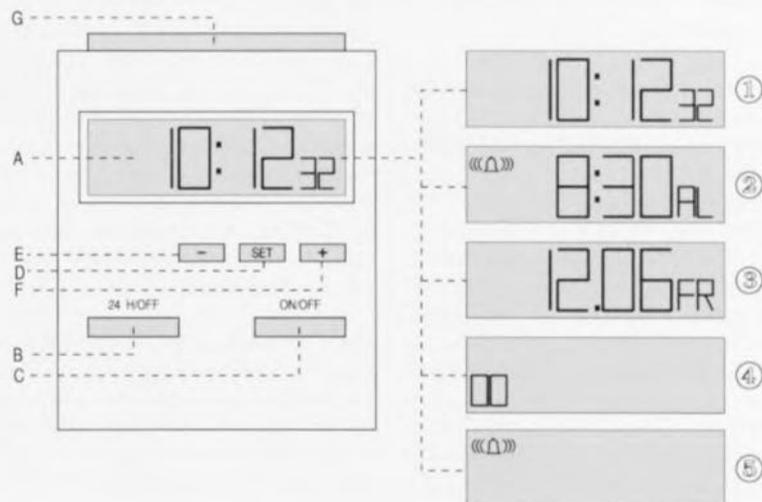

Figure 1. Les différents organes de commande de la DCF 92 et les modes d'affichage qu'elle connaît.
La figure 1 montre les différents
En service normal, la DCF 92 affiche l'heure actuelle par l'intermédiaire de chiffres de 10 mm de haut pour les heures et les minutes et des chiffres de 7 mm pour les secondes (figure 1,(1)). Une action sur la touche *24 H/OFF* (figure 1B) produit la visualisation de la date (figure 1,(3)). Au bout de 5 secondes la DCF 92 revient automatiquement à l'affichage de l'heure présente.
Pour indiquer que l'utilisateur a défini une heure d'alarme et que la fonction de réveil est activée, la DCF 92 affiche, dans le coin supérieur gauche de l'afficheur, le symbole d'une cloche (te) (figure 1,(5)). La technique de programmation, enfantine, d'une heure d'alarme et l'activation de la fonction de réveil seront décrites plus loin, dans le paragraphe intitulé « Fonction d'alarme ».
Si l'horloge se trouve en mode de réveil (la cloche (te) est visible), une double action sur la touche *24 H/OFF* a pour résultat l'affichage de l'heure d'alarme programmée (figure 1,(2)). Une simple action sur cette touche donne, comme mentionné plus haut, la date du jour. Après 5 secondes l'horloge reviendra automatiquement à l'affichage de l'heure actuelle.
Dès l'instant où la réception du signal de synchronisation n'est plus optimale, il apparaît, dans le coin inférieur gauche de l'affichage, un chiffre indiquant le nombre d'heures qui se sont écoulées sans réception correcte (figure 1,(4)).
La DCF 92 possède, de manière à permettre la lecture de l'heure dans le noir, un dispositif d'illumination de l'affichage qui reste en fonction tant que dure l'action sur la grande touche verte disposée sur le haut du boîtier (figure 1,(G)).
La mise en fonction du mode réveil se fait par une action sur la touche *ON/OFF* (figure 1,(C)). L'activation de ce mode de fonctionnement se traduit par l'apparition sur l'afficheur du fameux symbole de cloche évoqué plus haut. Il suffit d'une nouvelle action sur la même touche pour obtenir la mise hors-fonction du mode réveil. On notera au passage que l'heure d'alarme programmée
Une action sur la touche *SET* (figure 1,(D)) nous amène dans le mode de programmation, état visualisé par un clignotement de caractères « AL ». On définit ensuite, par l'intermédiaire des touches + et - (figure 1,(E) et 1,(F)), l'heure d'alarme requise. Chaque action sur l'une de ces touches fait avancer ou reculer l'heure d'alarme par pas de 1 minute. Le maintien de la pression sur l'une des touches se traduit par un défilement continu de l'affichage sachant qu'au bout de 7 secondes la vitesse de défilement augmente.